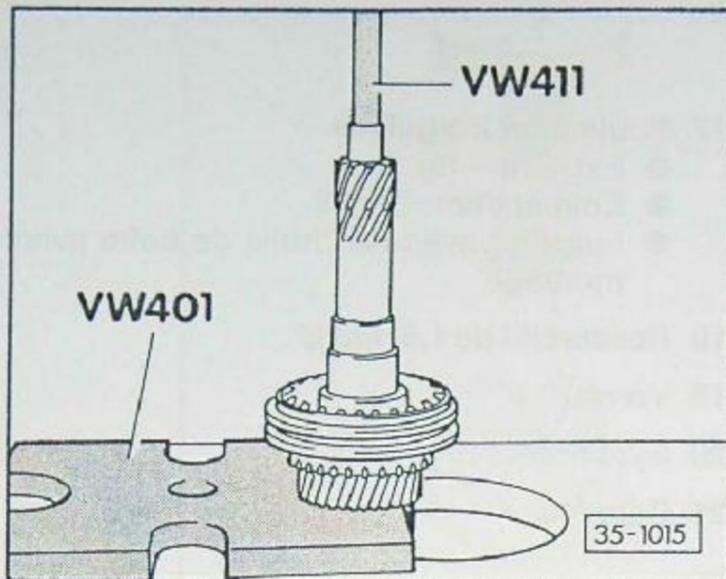

Fig. 1 Baladeur/Synchroniseur avec pignon baladeur de 3e: extraction à la presse
- Extraire à la presse – fig. 1